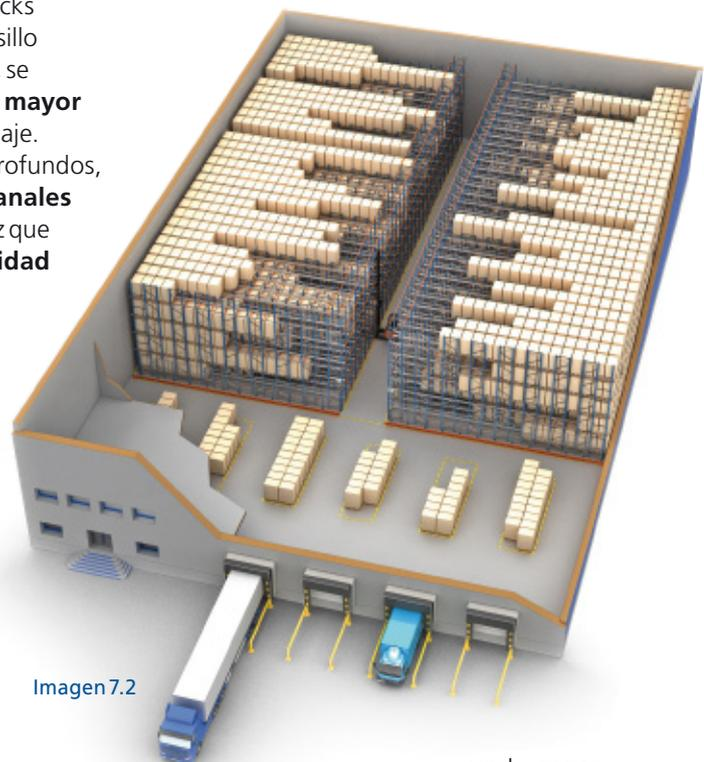

Imagen 7.2
- ✓ Si se opta por instalar racks a ambos lados de un pasillo de trabajo (imagen 7.2), se conseguirá un **número mayor de canales de almacenaje**. Éstos, aunque menos profundos, permitirán tener **más canales por referencia**, a la vez que **incrementar la capacidad efectiva**.